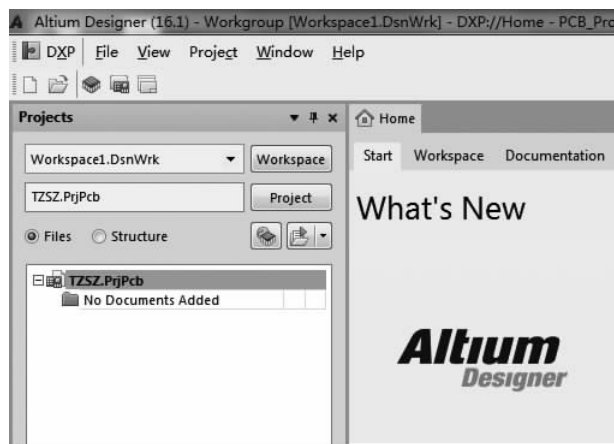

图 2-9 新建“TZSZ”项目
(3)在“New Project”对话框中,选择“PCB Project”项目中的“Default”(默认)PCB项目,在“Name”文本框中填写 PCB 项目名称“TZSZ”,在“Location”栏中选择项目保存的路径,并选中“Create Project Folder”(创建项目文件夹)复选框,单击“OK”按钮,系统如图 2-9 所示。